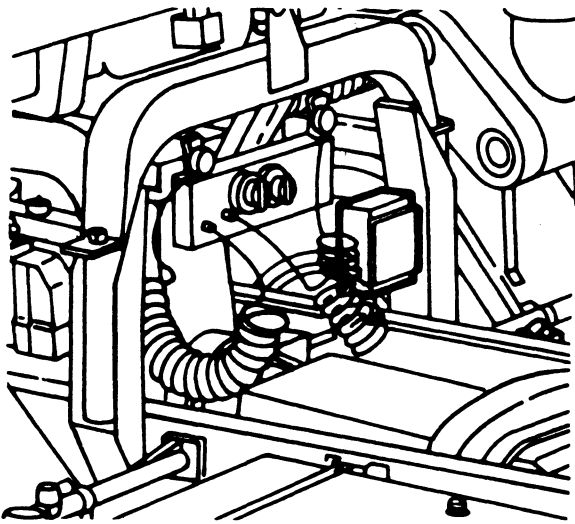

Fig. 4
- Trek de connectoren los van de elektrische leidingen in de verdeelkast op het brugstuk. Deze hoeven niet te worden gemerkt; zij kunnen slechts op één manier bevestigd worden (Fig. 4).